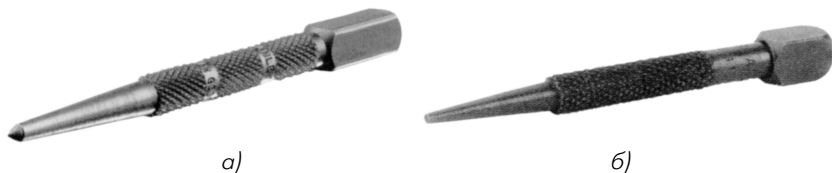

Рис. 1.8. Кернер (а) и бородок (б)
- кернер для обозначения места сверления (рис. 1.8а). Имеет форму цилиндра с концом в виде конуса, заостренным под углом 60°;
- бородки для пробивания отверстий в листовом металле (рис. 1.8б). Имеют коническую форму с плоским рабочим концом;